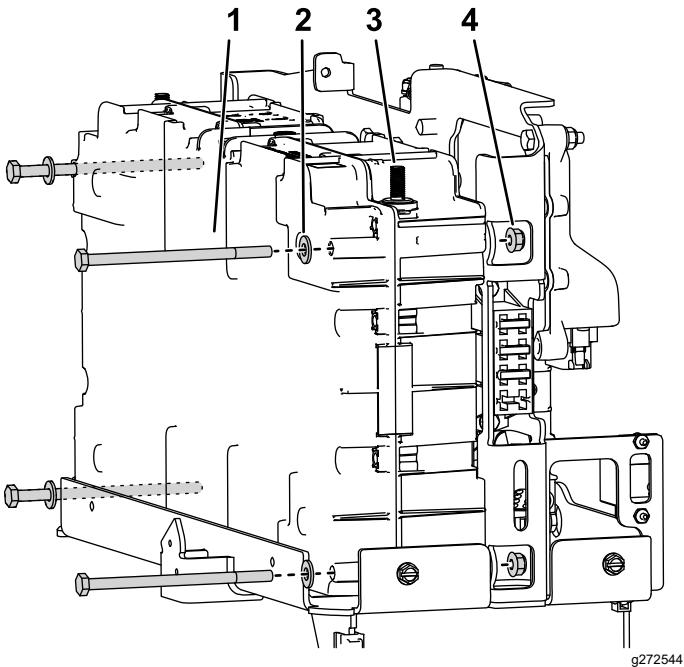

Figura 8
3. Coloque a bateria na plataforma da bateria e instale as ferragens como se indica na Figura 8.